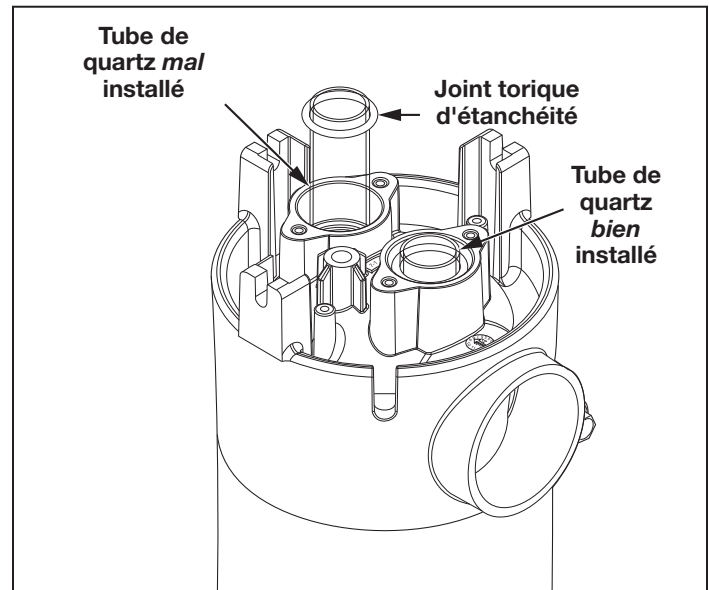

Figure 16. Installation du tube de quartz UV
1. Tenir le tube de quartz de sorte qu'il soit orienté à la verticale. Insérer le tube de quartz dans le réacteur UV jusqu'à ce qu'il soit complètement fixé au fond du réacteur UV. Voir la Figure 16.
3. Placer le dispositif de retenue de la lampe sur le tube de quartz. Utiliser la clé hexagonale incluse dans le sac de pièces pour fixer le dispositif de retenue de la lampe au réacteur UV, à l'aide des vis et des rondelles de retenue de la lampe. Serrer les vis de retenue de la lampe à un couple de 15 po-lb. S'assurer que les brides de retenue de la lampe sont complètement fixées sur le réacteur UV. Voir la Figure 16.